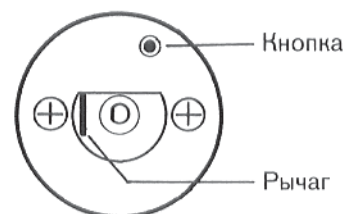

Рис. 4
6. Вдавить рычаг и кнопку (в зависимости от типа регулятора) при помощи отвертки, или чем-либо похожим, назад и держать до тех пор пока не сработает предохранительное тепловое реле (рис. 4).